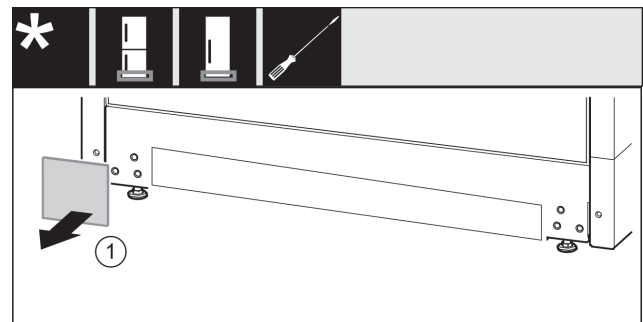

Fig. 15
- ▶ Noņemiet pārsegu. Fig. 15 (1)